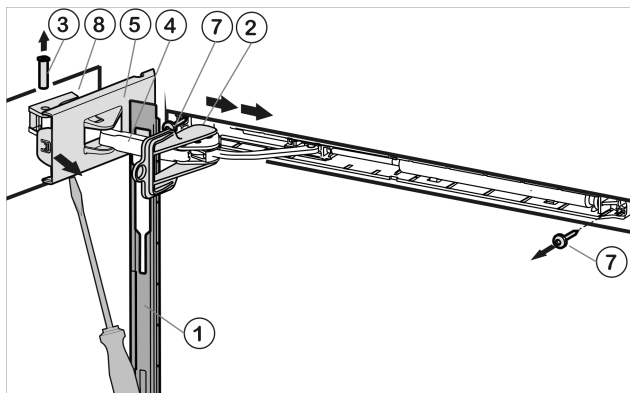

Fig. 12
- Pousser le panneau au-dessus de l'étrier de l'amortisseur Fig. 12 (4) vers l'avant, en direction de l'appareil.
- Encliqueter le dispositif d'arrêt Fig. 12 (2) dans le trou oblong.
- Dévisser le cache côté charnière Fig. 12 (5) avec un tournevis jusqu'au premier enclenchement.
- Chasser le pivot Fig. 12 (3) par le bas.
- Pousser l'étrier de l'amortisseur Fig. 12 (4) direction porte.
- Défaire complètement le cache Fig. 12 (5) côté charnière et l'ôter.
- Ôter le panneau Fig. 12 (1).
- Dévisser l'unité de l'amortisseur de fermeture (2 vis Torx 15) Fig. 12 (7).